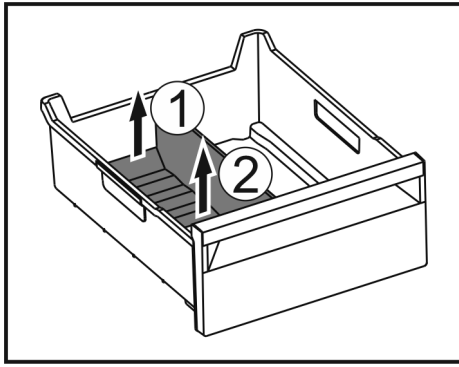

Fig. 147
- ▶ Soulever la partie arrière du séparateur de congélateur. Fig. 147 (1)
- ▶ Retirer le séparateur de congélateur par le haut. Fig. 147 (2)